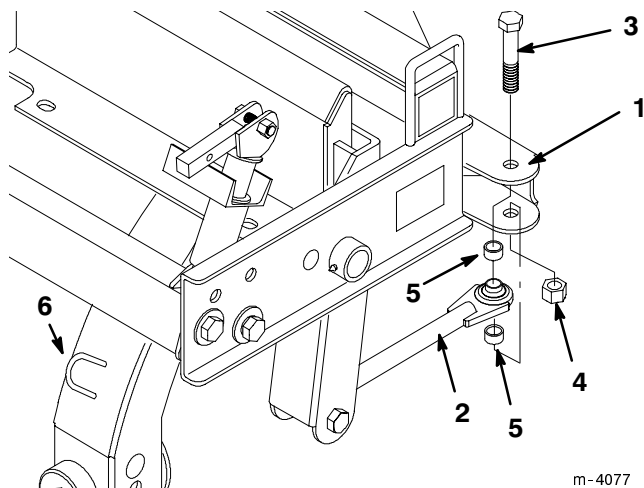

Figure 4
7. Connecter le bras de pivotement au support de pivotement sur le châssis de pivot à l'aide de deux entretoises, d'un boulon de 19 mm (3/4") x 10 cm (4"), et d'un écrou de 19 mm (3/4") (Fig. 4), et serrer à 359 Nm (265 ft-lbs).
8. Faire passer les flexibles hydrauliques dans l'anneau à l'arrière du châssis de pivot (Fig. 4).